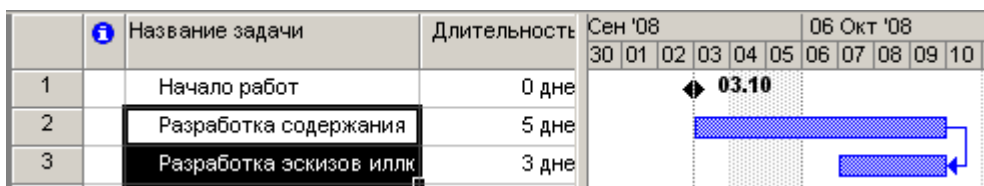

Рис. 18. Связь «Окончание - окончание»
- Нажмите кнопку **ОК**, чтобы закрыть диалог (Зависимость задач). Установленная связь отобразится на диаграмме (рис. 18).